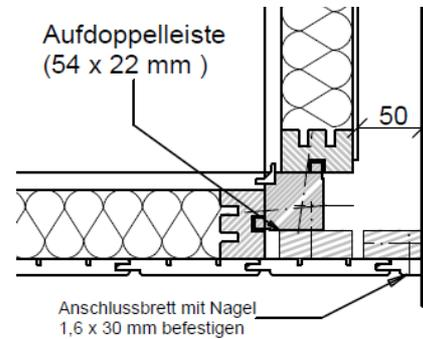

Abbildung 26
- ☞ Den Wandanschluss wie in Abbildung 26 dargestellt durchführen.